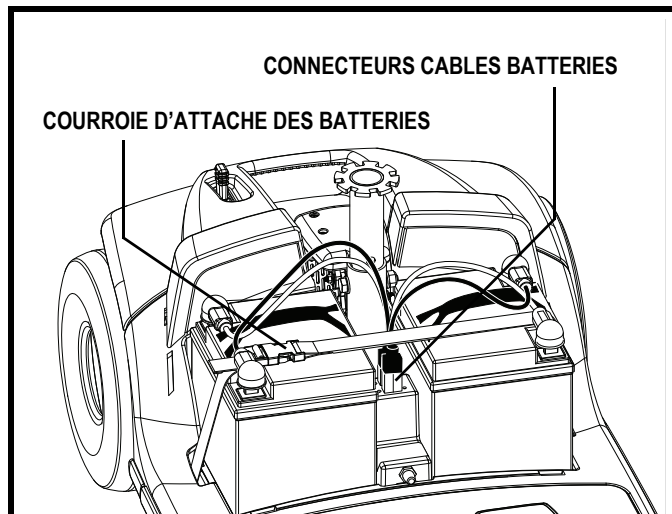

Figure 22. Connexions des batteries
4. Débranchez les deux batteries en tirant sur les connecteurs à la verticale. **Voir la figure 22.**
6. Branchez les câbles sur les deux batteries. **Voir la figure 22.**